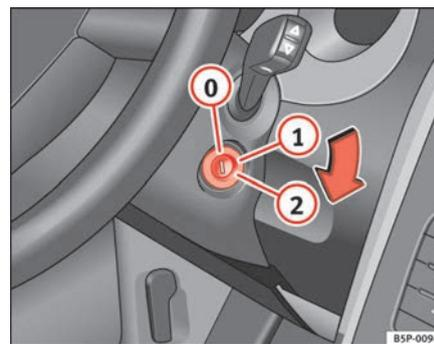

Fig. 116 Positions de la clé de contact
Dans cette position ⇒ fig. 116 l'allumage et le moteur sont déconnectés, ce qui peut bloquer la direction.
- Amenez la clé de contact en position ⇒ page 163, fig. 116 ①. Le témoin  s'allumera en cas de préchauffage du moteur.
- Lorsque le témoin s'éteint, tournez la clé en position ② pour lancer le moteur sans appuyer sur l'accélérateur. ▶
- Amenez la clé de contact en position ⇒ page 163, fig. 116  ▶